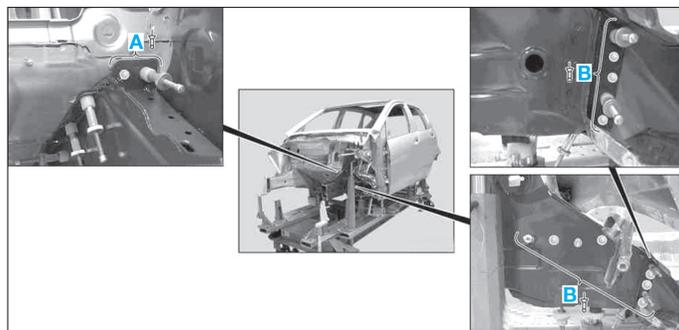

FIG. 21
- dans les zones (A) et (B) (Fig.21),